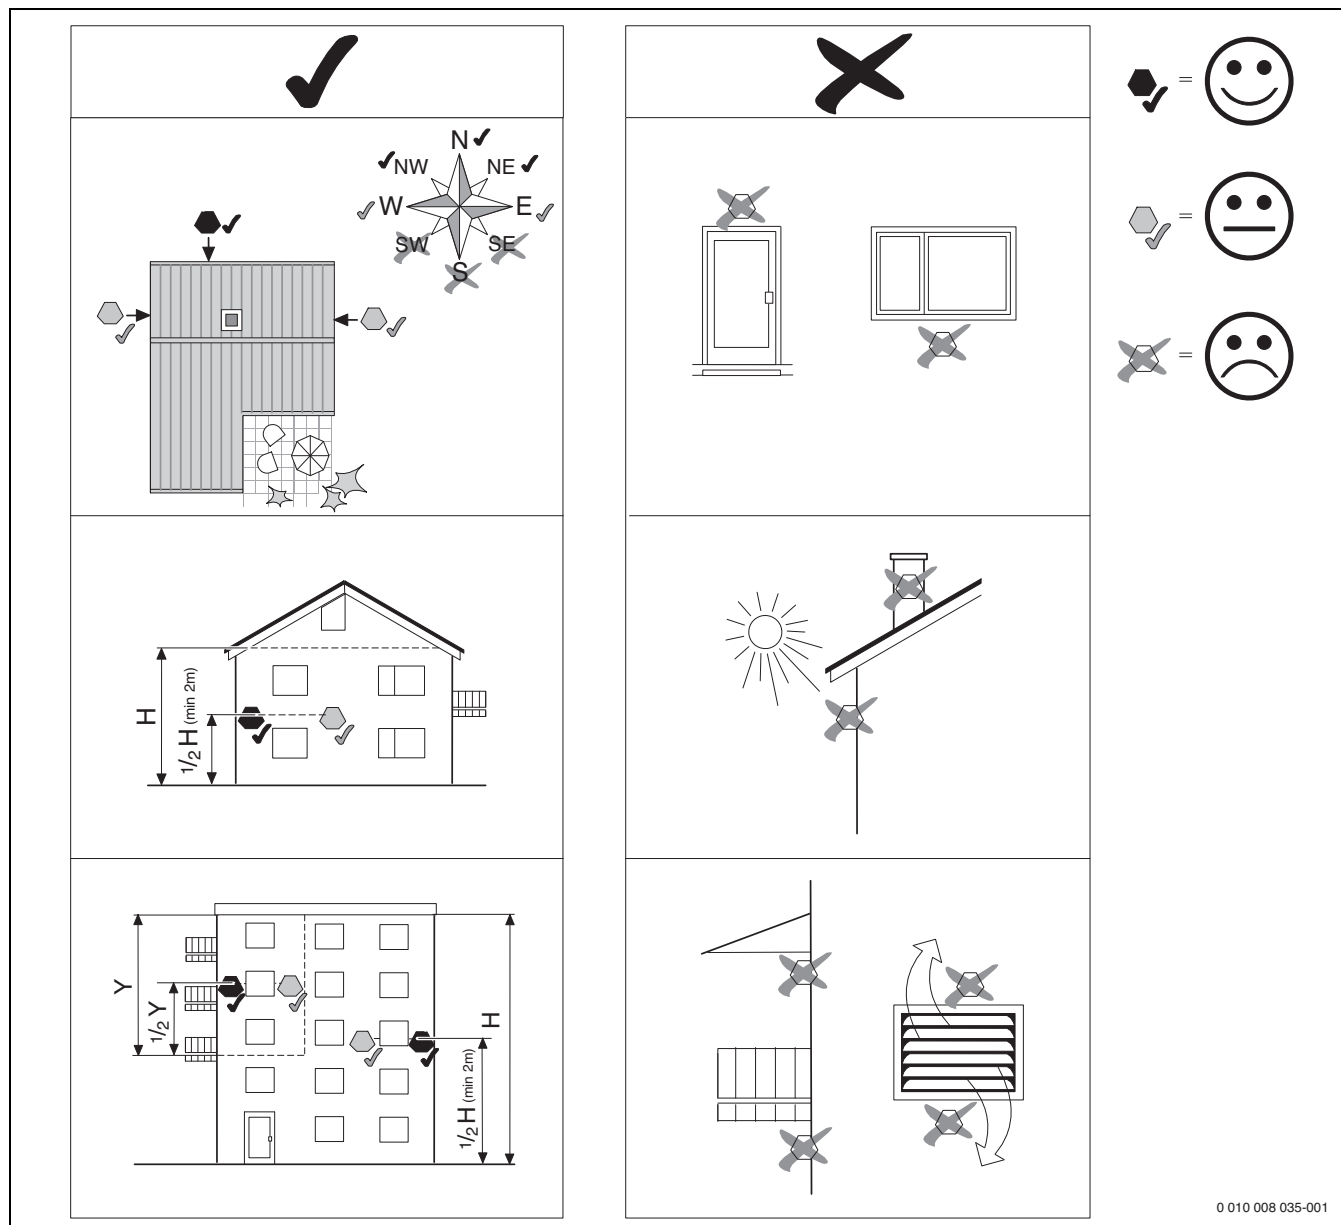

Bild 7 Außentemperaturfühler montieren
► Außentemperaturfühler wie in Bild 7 montieren.